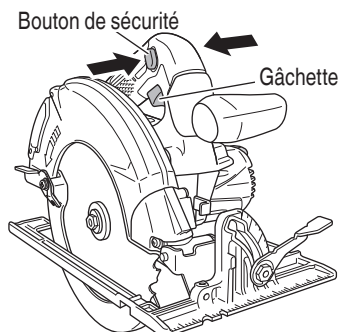

Fig. 22
3. Utilisation du commutateur (Fig. 22) (gâchette et commutateur d'éclairage)
Il est possible de vérifier la puissance batterie en enclenchant le commutateur pour allumer en rouge le témoin lumineux de puissance batterie. (Fig. 22)